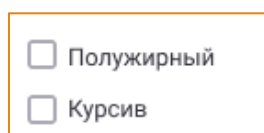

Рис. 277 – Чек-боксы «Полужирный» и «Курсив»
- **Полужирный** – для применения полужирного начертания к тексту необходимо установить флаг в данном чек-боксе (Рис. 277);
- **Курсив** – для применения курсивного начертания к тексту необходимо установить флаг в данном чек-боксе (Рис. 277);